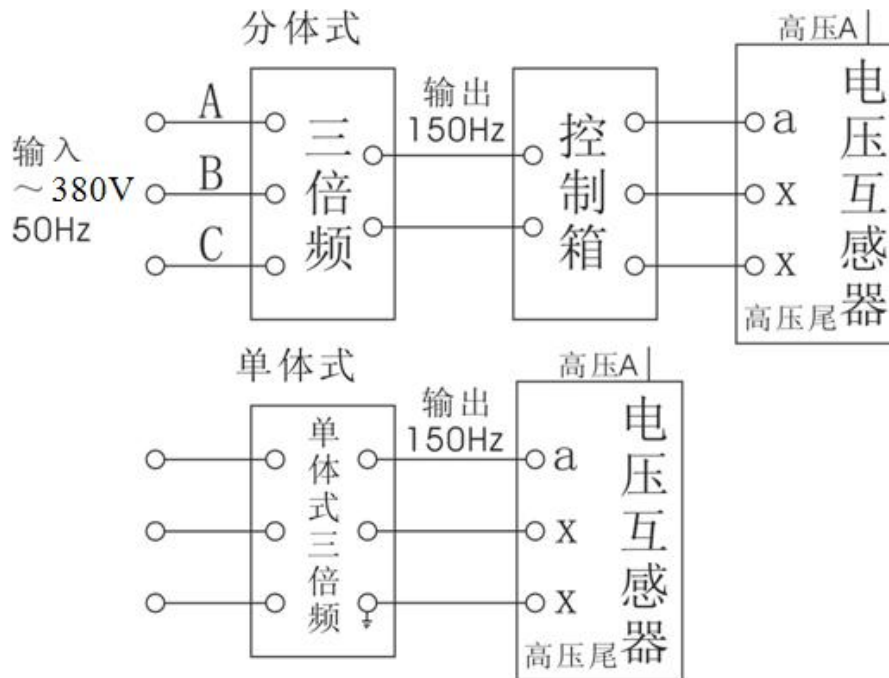

图 1
7、此套试验设备带有多抽头的电抗器，当三倍频发生器带 JCCI 类型高压串级式电压互感器负载时，其电流由感性为容性，功率因素很低，因此，可在被试验的高压互感器某一绕组上接入可调的电抗器进行电流补偿来提高整个试验回路的功率因素，如图 1 虚线框所示。